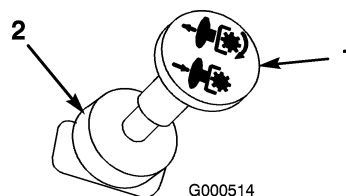

Figure 11
- Tirez sur la commande de PDF pour engager la PDF (Figure 11).
Poussez la commande de PDF en position désengagée (Figure 11).